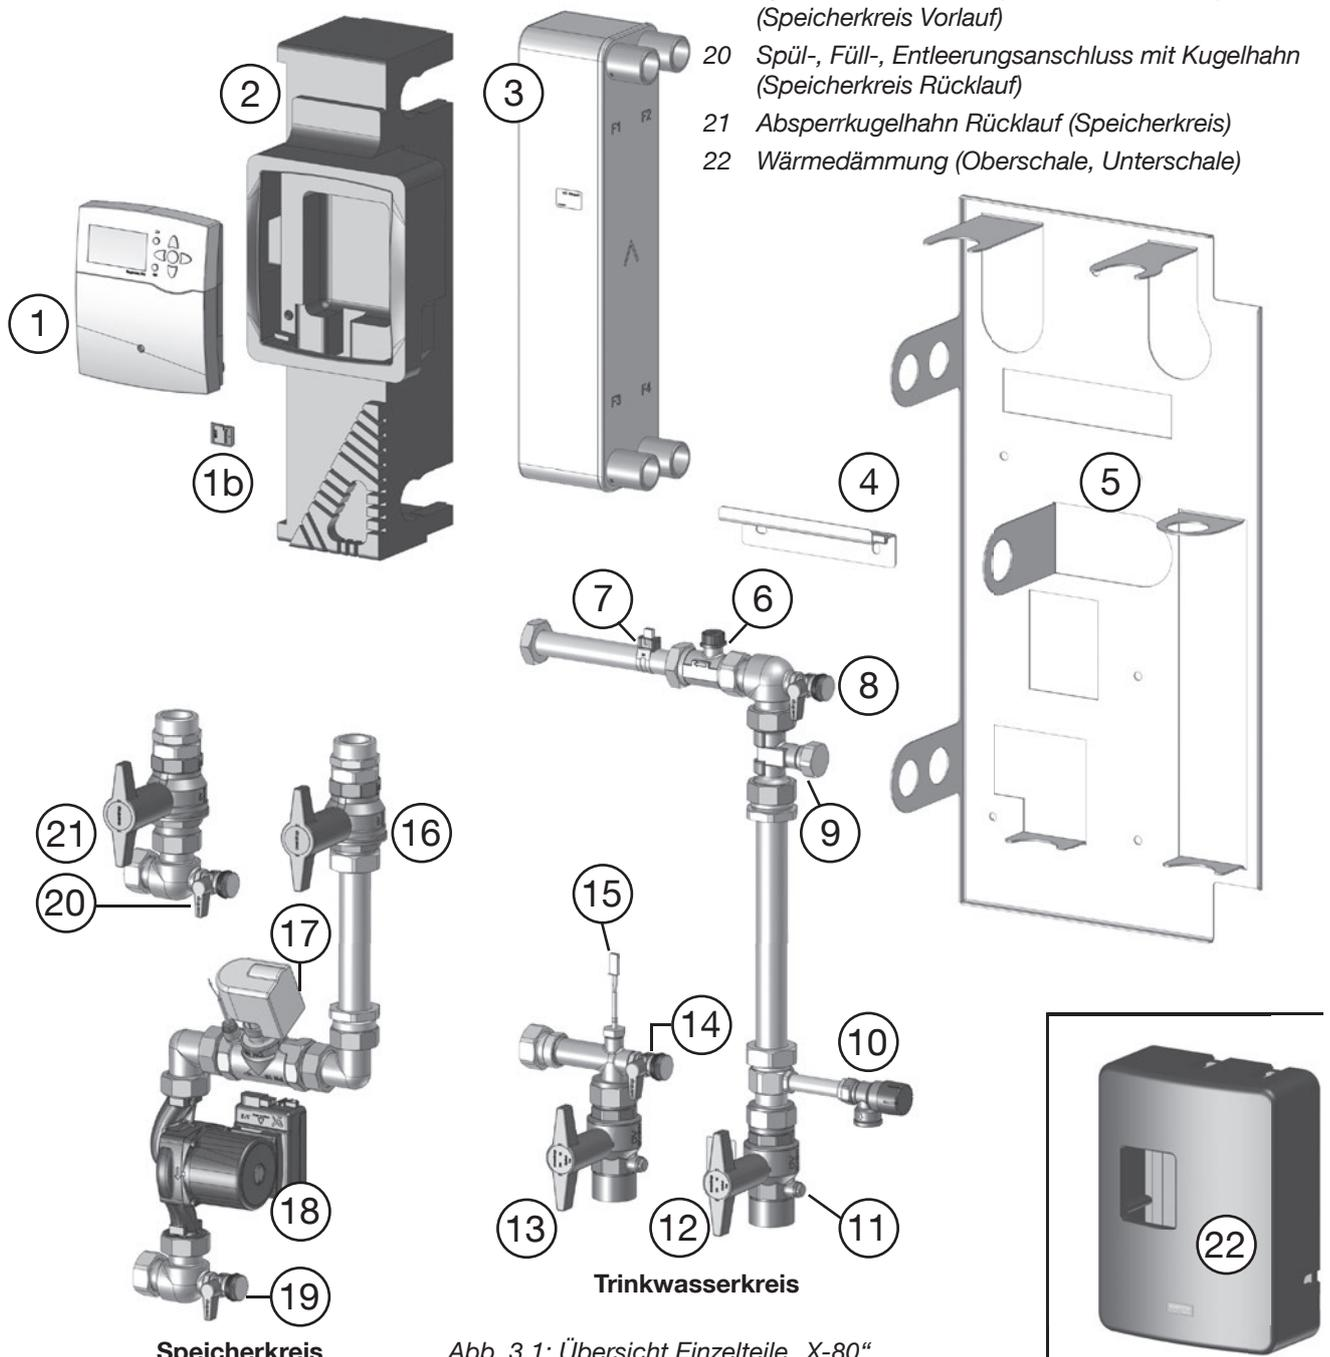
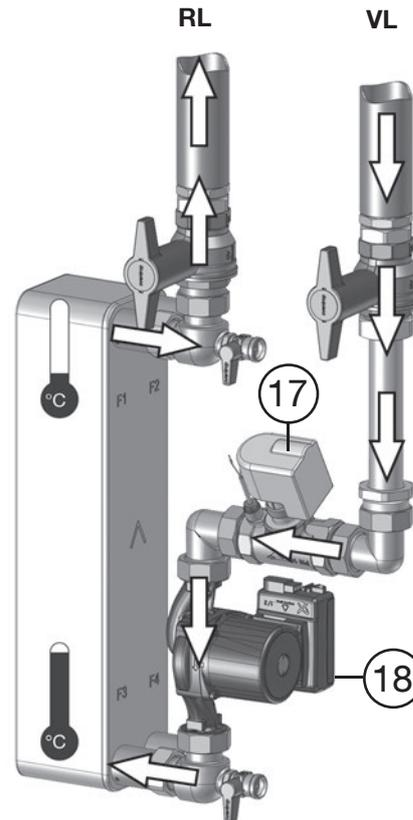
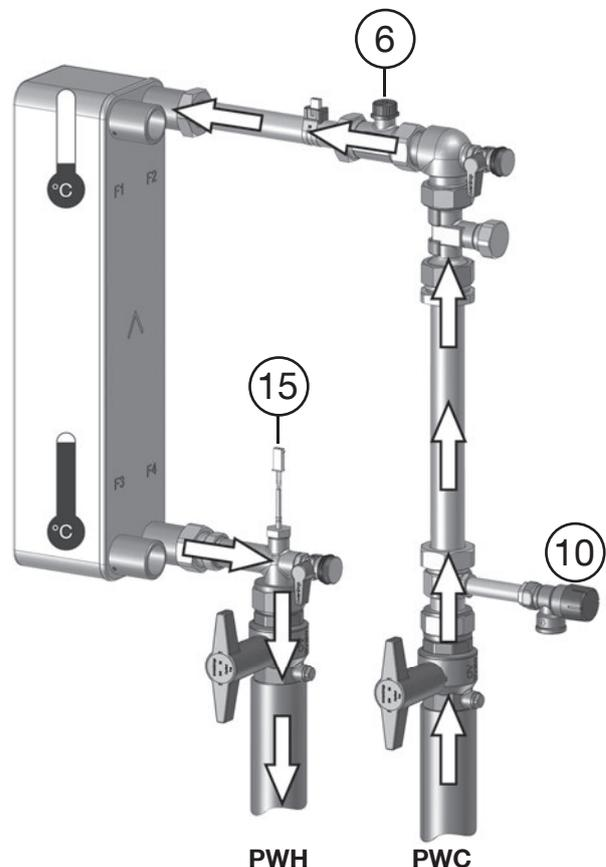

Abb. 3.1: Übersicht Einzelteile „X-80“
Abb. 3.2: Speicherseite mit Vorlauf (VL) vom und Rücklauf (RL) zum Pufferspeicher
Abb. 3.3: Trinkwasser-Seite mit Heißwasser-Bereitstellung (PWH) und Kaltwasseranschluss (PWC)
Bei einer vorgegebenen Trinkwasser-Temperatur von 60 °C und einer Speichertemperatur von 80 °C kann die Ausschüttung von warmem Trinkwasser zwischen 1 und 80 l/min betragen. Dessen Bereitstellung wird realisiert, indem der Regler (Abb. 3.1 auf Seite 9, Pos. 1) die Umwälzpumpe (Abb. 3.2, Pos. 18) auf eine (variable) Drehzahl regelt, um Heizwasser aus dem angeschlossenen Pufferspeicher bedarfsgerecht in den Wärmeübertrager einzuleiten. Auf Basis der von den Sensoren 6 und 15 (Abb. 3.3) erfassten Ist-Werte für den Volumenstrom und die Temperatur (des Trinkwassers) errechnet der Regler die zur Erreichung der gewünschten Trinkwassertemperatur notwendige Pumpendrehzahl und stellt ggf. das Drosselventil (s.u.).
**i** Die Station ermöglicht eine bedarfsgerechte Wärmebereitstellung auch bei sehr niedrigem Trinkwasserverbrauch. Durch das in den Speicherkreis integrierte **Drosselventil** (Abb. 3.2, Pos. 17) wird die Mindestförderleistung der Umwälzpumpe (18) nochmals reduziert. Es schließt sich ab einer Zapfmenge von rund 20 l/min.